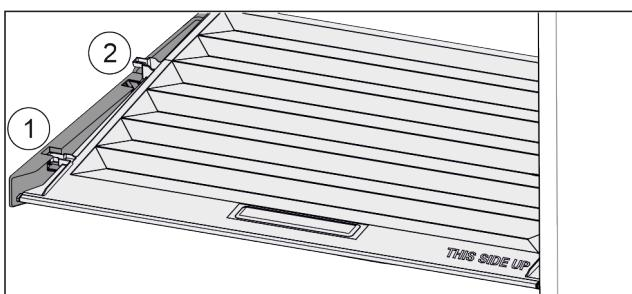

Fig. 138
- ▶ 将盖子向前拉 Fig. 138 (1)至定位件开口。
- ▶ 从下方抬起后端并向上将其移出 Fig. 138 (2)。